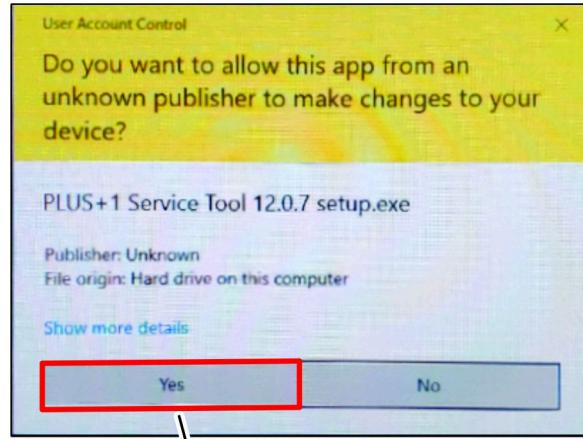

Bild 22
- Wenn das Dialogfeld „User Account Control“ [Einstellung Benutzerkonto] angezeigt wird, klicken Sie auf die Schaltfläche JA (Bild 22).